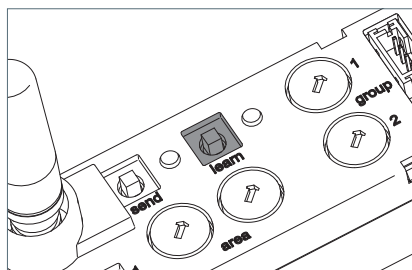

Fig. 19: Tasto "learn".
- Premere il tasto "learn" e tenerlo premuto per 10-15 secondi, finché il LED "learn" non lampeggia lentamente, vedi Fig. 19.